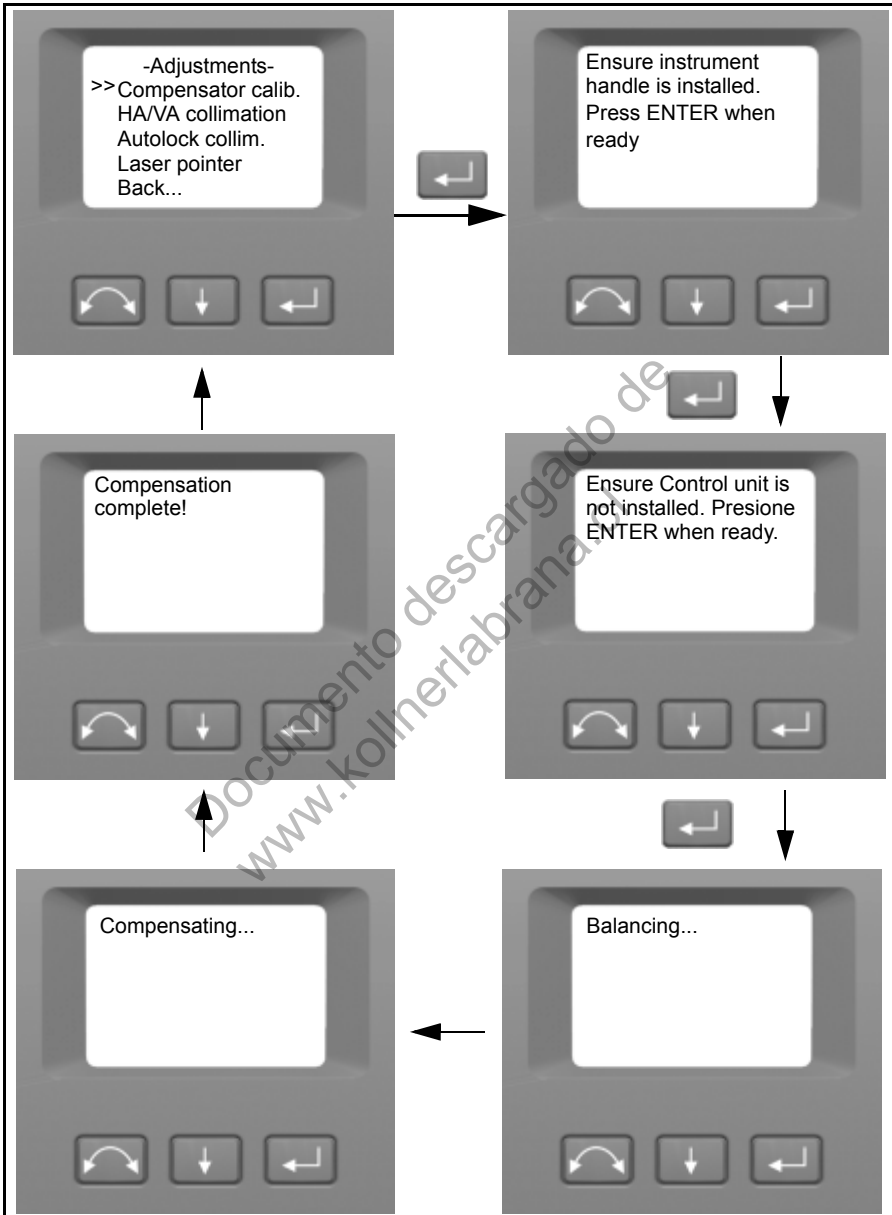

Figura 4.26 Rutina de calibración del compensador
3. Siga las instrucciones de la pantalla. Véase la Figura 4.26.